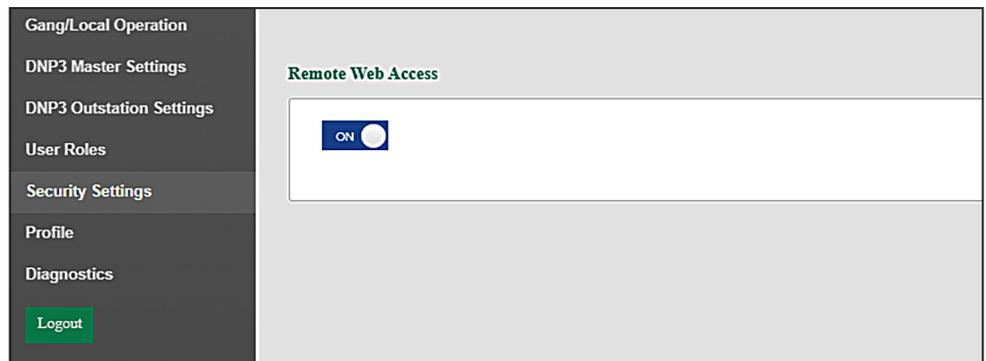

Figura 69. Seletor da Função de Ativação do Acesso Web Remoto.
PASSO 2. Na tela *Security Settings*, a função **Acesso Web Remoto** deve ser colocada na posição **On** (Ativa). Ver Figura 69.